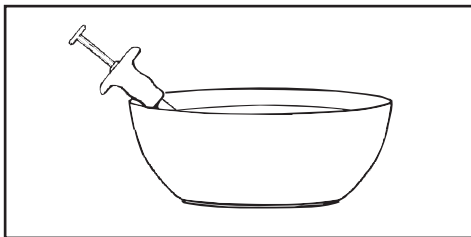

Figure 9.
- Entre chaque pose, rincer/tremper la tête du dispositif dans une solution saline stérile en enfonçant et en relâchant le bouton de commande pour enlever de l'extrémité distale le tissu ou le sang qui pourrait empêcher le bon fonctionnement du dispositif. (Voir la figure 9.)